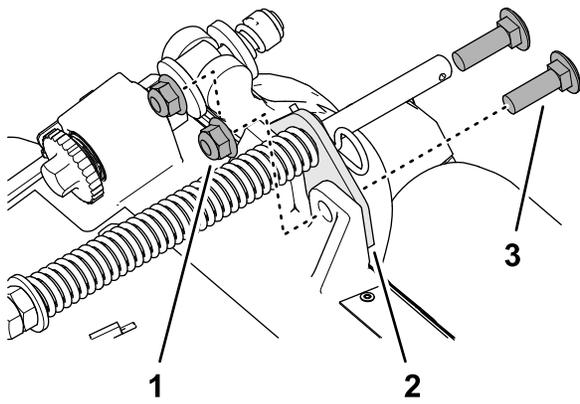

Figura 13
2. Retire las 2 contratuercas con arandela prensada ( $\frac{3}{8}$ " y los 2 pernos de cuello cuadrado ( $\frac{3}{8}$ " x  $1\frac{1}{4}$ " que sujetan el soporte del muelle de compensación al bastidor de la unidad de corte (Figura 13).